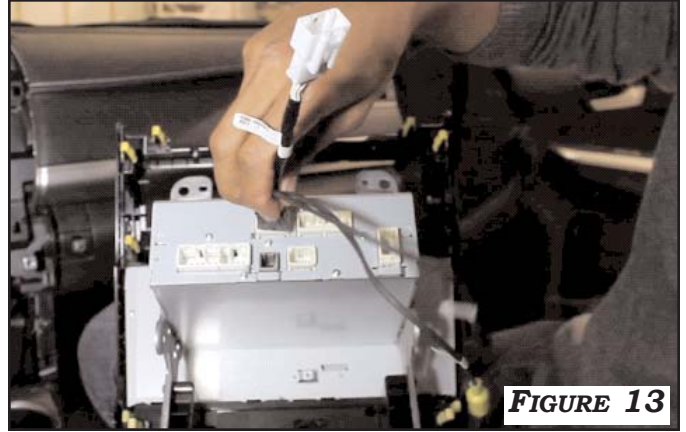

FIGURE 13
1. CONNECT THE INTERFACE ADAPTER HARNESS INTO RADIO RECEIVER AS SHOWN IN **FIGURE 13**. CONNECT THE VEHICLE HARNESS INTO THE MATING CONNECTOR OF THE INTERFACE ADAPTER HARNESS.